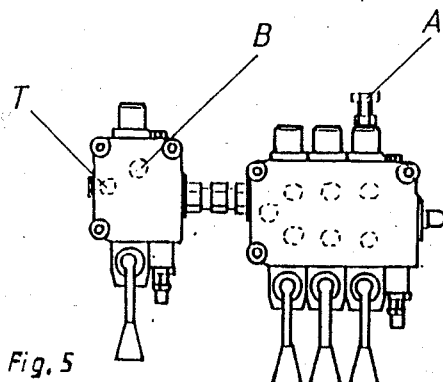

Fig. 5
\* Styrventilen till skär cylindern monteras i serie med trespaksventilen enligt fig 5. Härvid lossas först returojleslangen från trespaksbordet och proppen från gavelanslutningen skruvas i dess ställe. Enspaksbordet inkopplas i serie med den åtföljande junkturkopplingen enligt fig. Den nyss lösgjorda returojleslangen monteras till returen (T) från enspaksbordet. Enspaksventilens stödplatta monteras ovanpå den ordinarie manövertentilens fästplatta.